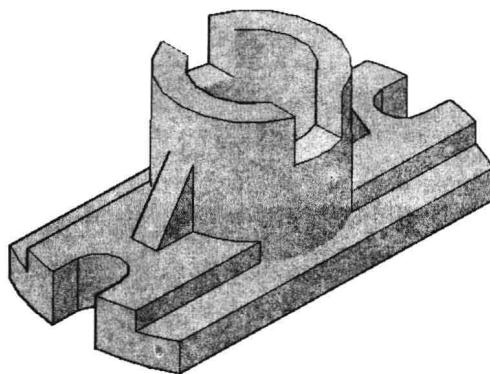

图 11-2-16
(18) 在“实体编辑”面板中，单击单击“差集”按钮 \ominus ，单击拉伸的实体和最大的圆柱体，按 Enter 键，再单击长方体和内圆柱体，按 Enter 键，差集运算后，效果如图 11-2-16 所示。